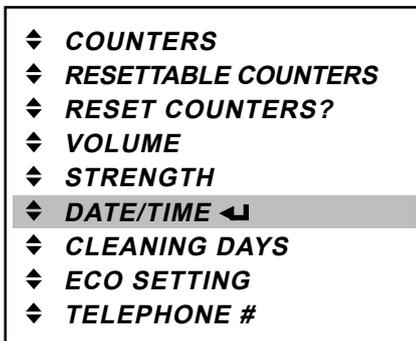

Fig. 59
1. Press the enter button ◀ to access the «DATE / TIME» menu (fig. 59).